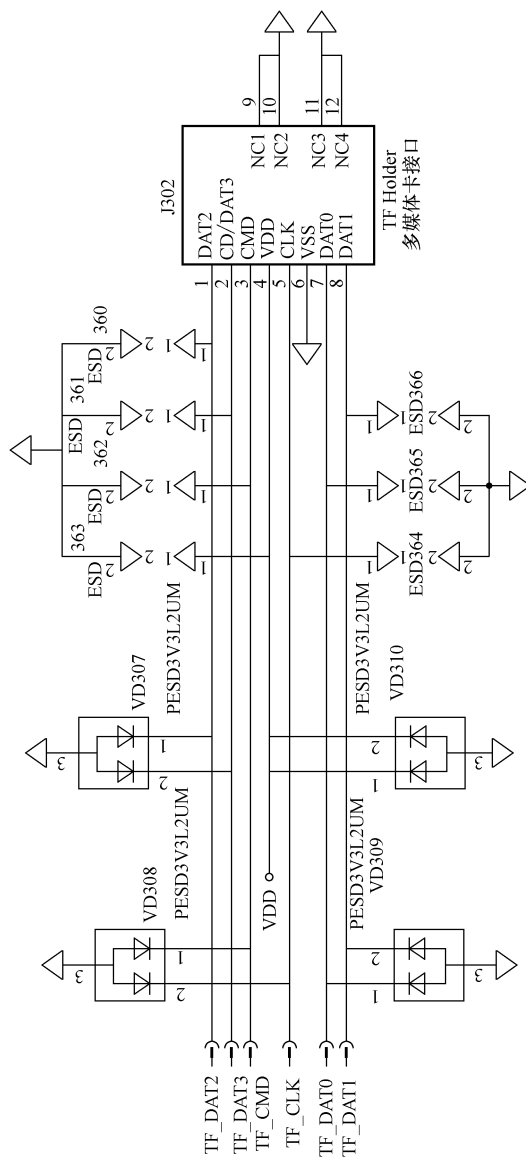

图 4-36 TF 卡的电路结构原理图
1) TF 卡的电路结构。如图 4-36 所示，为 TF 卡的电路结构原理图。
① 英文符号的含义。下面我们对图 4-36 中重要的英文符号作一简要的了解。
② 电路中的元器件。下面我们对图 4-36 中关键的元器件作一简单的了解。
图 4-36 中数据线是双向的，它们都是连接到手机的 CPU。当我们向多媒体卡传输资料时，这些信号就是从 CPU 发出到存储卡的，比如向多媒体卡存储 MP3 歌曲；反过来，如果我们播放 MP3 时，就是将多媒体卡中的歌曲信息通过数据线传送到手机的 CPU，通过手机内部的音频放大器放大送到手机扬声器发出声音，完成多媒体卡的写入和读出信息的操作。